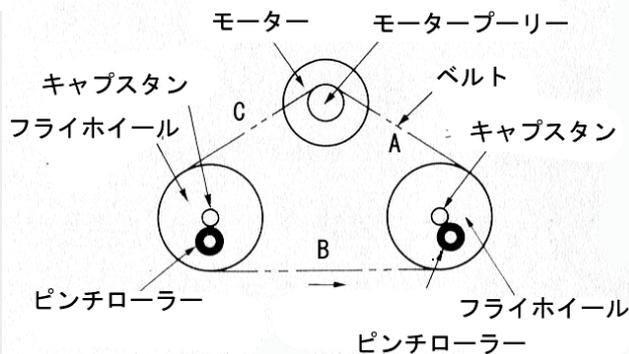

図 58-4 2000 シリーズのキャプスタン駆動
(3) HiFi 用としてはユニークな機構、ワン・モーター、ツー (ツインともいう) キャプスタン方式を採用している(図 58-4、詳細は後述)。
2 キャプスタン式では、テープが左から右に動く場合、主として右側のキャプスタンでテープを駆動し、左側のキャプスタンはわずかに回転を遅らせてテープに張力を与えている。普通ピンチローラーのキャプスタンに対する圧着力を変えるか、キャプスタンの軸径を変えている。これでリバース再生を行おうとすると、左右キャプスタンとピンチローラーの条件を切り変えなければならない。アンペックスは左右キャプスタンの径もピンチローラーの圧着も同じにし、図 58-4 に示すよう、1 本の細いベルト(シリコンラバー)でモータープーリーとそれぞれキャ